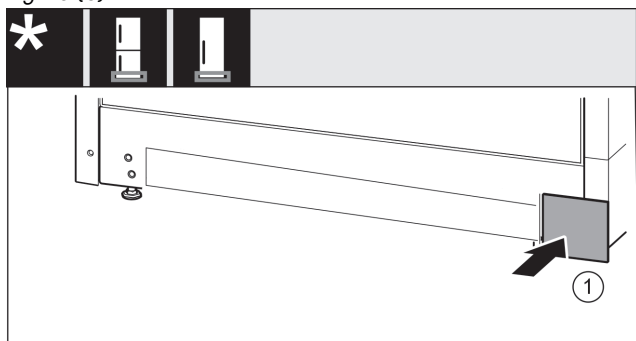

Fig. 14
- ▶ Ostonę założyć ponownie z drugiej strony. Fig. 14 (1)